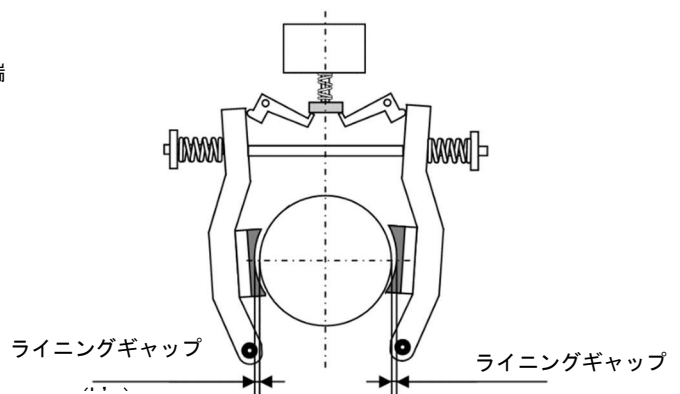

図2 ライニングギャップ寸法
- (2) ブレーキを開いた状態でのライニングギャップ寸法 (L') を測定してください。(図2)
- (3) 寸法を満たしていない場合は、調整作業を実施してください。